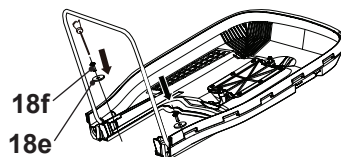

Fig. 6
- > Sécurisez le cadre au couvercle avec les rondelles (18e) et les vis (18f) (Fig. 6). Ne serrez pas trop afin de ne pas endommager le bac de récupération de l'herbe.